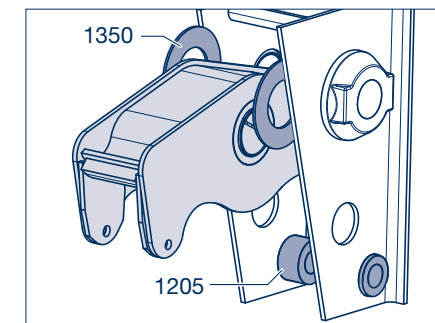

Figure 15
- [9] Retirer le balancier, le cas échéant avec des anneaux (1350, figure 15), de la main.